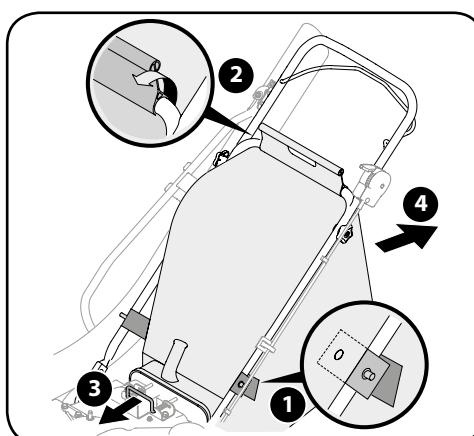

Рисунок 4-2
- Отстегните зажим мешка от верхней части нижней рукоятки. См. рисунок 4-2.